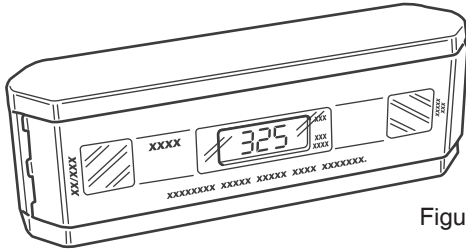
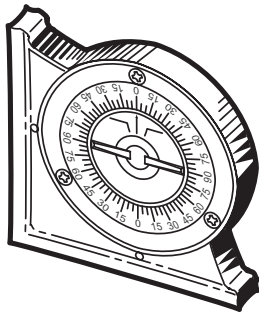

Figura 13.1
Figura 13.2
- Un inclinómetro o transferidor de nivel de burbuja para medir los ángulos de la línea de transmisión. Figura 13.1 y Figura 13.2.